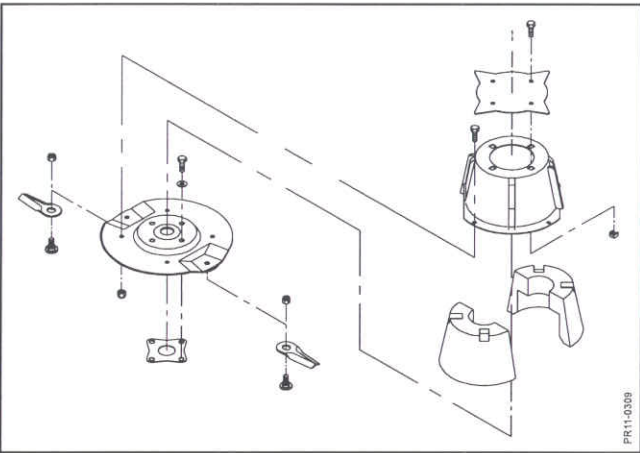

Fig. 6-6
- Fig. 6-6** De to flowforstærkere i siderne er udfyldt med skumblokke, for at undgå ubalance. Det er vigtigt, at skumblokkene forbliver ubeskadigede, så flowforstærkerne ikke kan fyldes op med støv og urenheder.